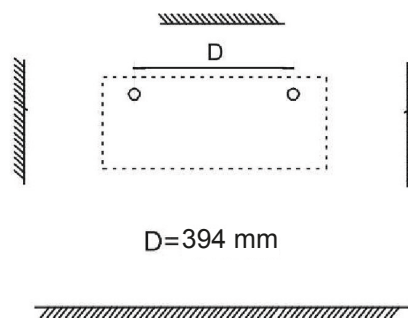

FIGURA 2
2. Fare due buchi adatti della dimensione del Fisher \varnothing 8 mm nel muro. (figura 2) – D= 394 mm